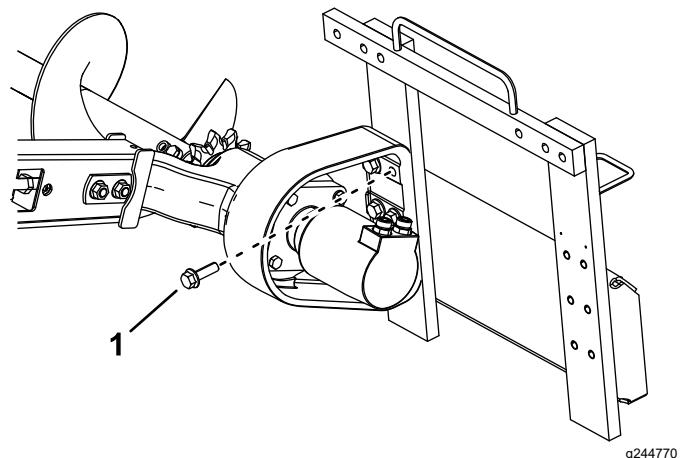

図9
5. 先ほど外した6本のボルトで、ヘッドをフレームに取り付ける図9。